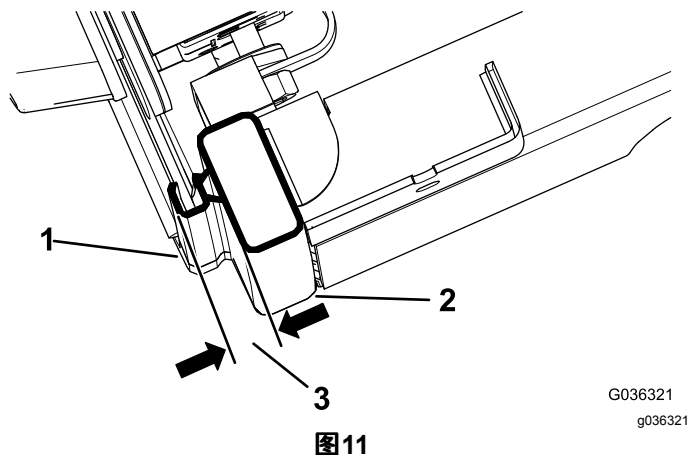

图11
3. 如图11所示把门完全关闭测量泡沫密封件到驾驶室轨道密封表面的高度确保测量值介于 1.92.2cm。
4. 如图11所示当门锁销达到 1.92.2cm 间隔后拧紧锁紧螺母。